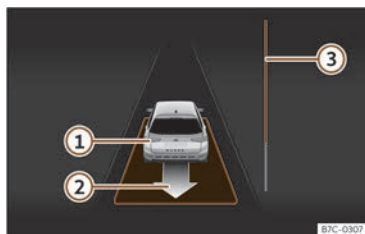

Fig. 136 A la pantalla del quadre d'instruments: sortir d'un aparcament en línia.
- Retrocediu fins que soni el senyal continu del ParkPilot; **O BÉ:** feu marxa enrere fins que a la pantalla del quadre d'instruments aparegui la indicació de fer marxa endavant. La barra de progrés >>> **fig. 136**  indica la distància que cal recórrer.